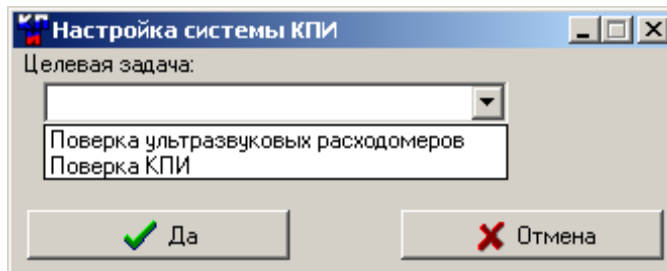

Рис.3. Вид окна «Настройка системы КПИ».
2.4.1.2. Для выбора целевой задачи, необходимо нажать кнопку **Настройка** в области **Комплекс поверочный имитационный (КПИ)** и в появившемся окне **Настройка системы КПИ** (рис.3) выбрать наименование целевой задачи из предлагаемого списка.